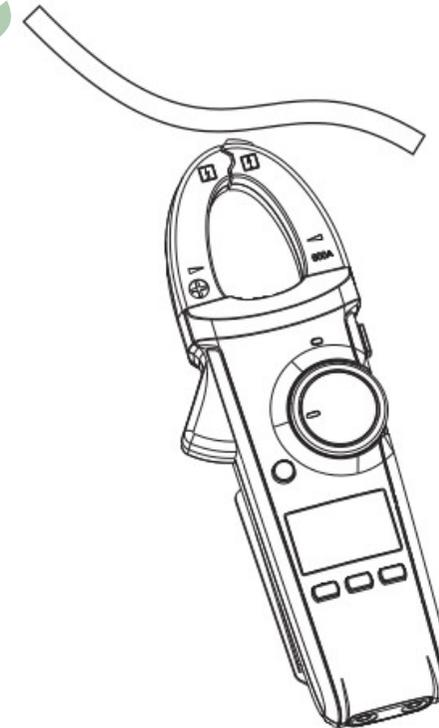

Figura 14
11. Detección de tensión sin contactos NCV (Ver figura 14)